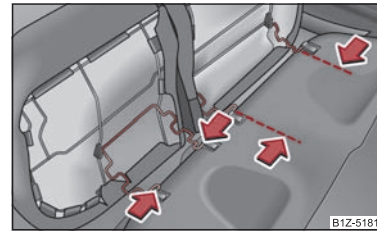

Abb. 62 Sitzflächen ausbauen
- Drücken Sie die Drahtbügel in Pfeilrichtung ⇒ Abb. 62 und nehmen Sie die Sitzfläche aus der Halterung.